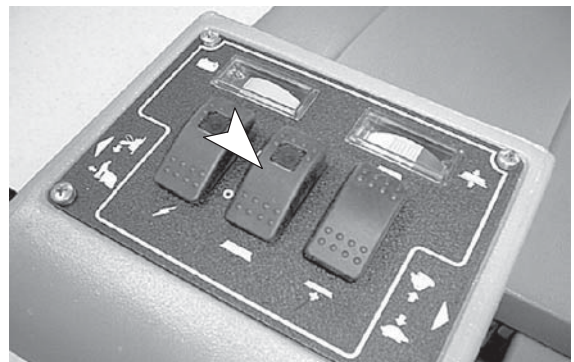

FIG. 17
8. Pour transporter la machine, désactivez le bouton du patin et tournez les poignées de commande. Le patin se relève automatiquement et se met en position de transport. (Figure 17).